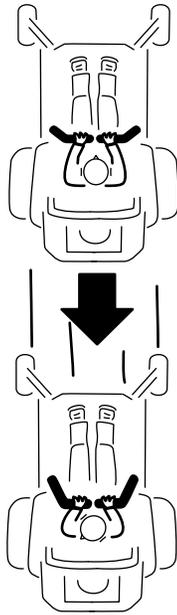

Рисунок 27
2. Щоб повернутись назад, повільно потягніть важелі керування за допомогою руху назад (Рисунок 27).